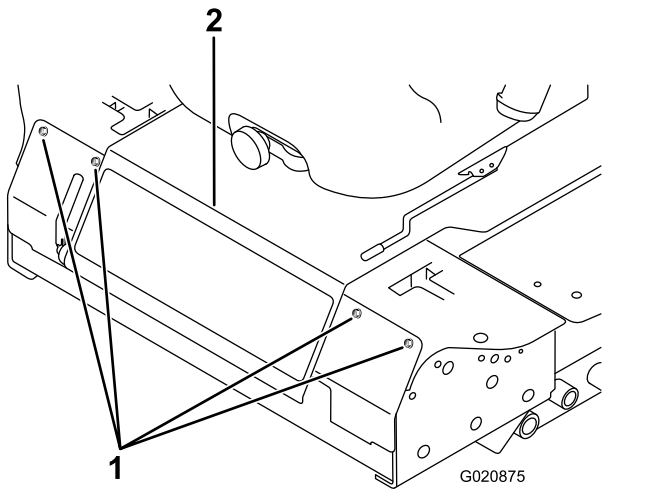

Figura 78
2. Afloje los pernos del panel delantero y retire el panel (Figura 78).